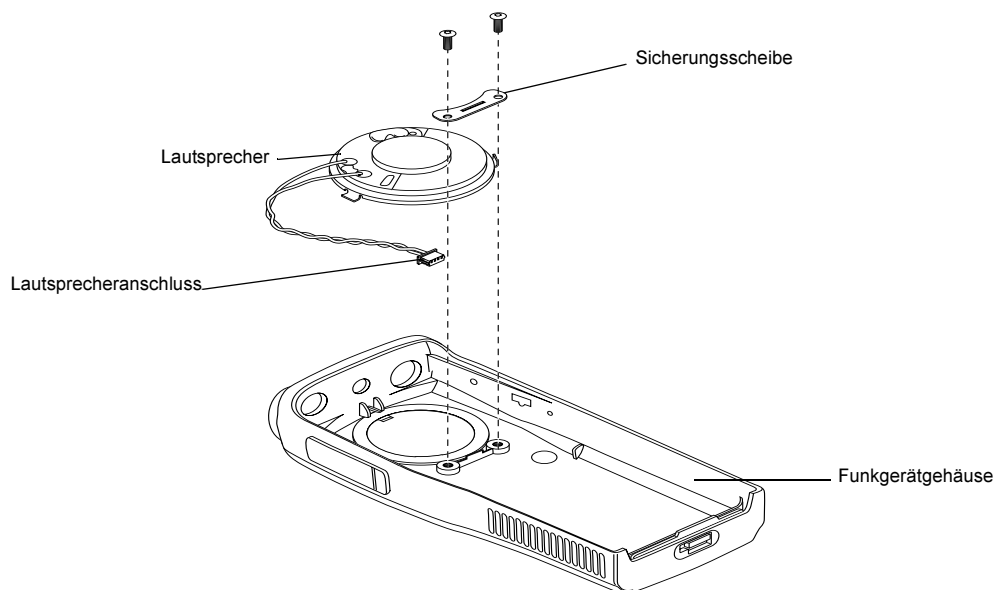

Abb. 2-5 Entfernen der Lautsprecher-Mikrofon-Baugruppe
- Auseinandernehmen des Lautsprechers (Abb. 2-5)